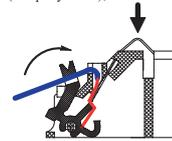

Рисунок 2
– ввести в канал провод и зафиксировать его, поджав кнопку- зажим до упора (см. рисунок 2);
– проверить надежность соединения для чего необходимо надавить на изгиб контакта, имитируя нажим датчиком (см. рисунок 2) и потянуть провод на себя;
– завести провод в паз, расположенный на кнопке-зажиме (см. рисунок 2).